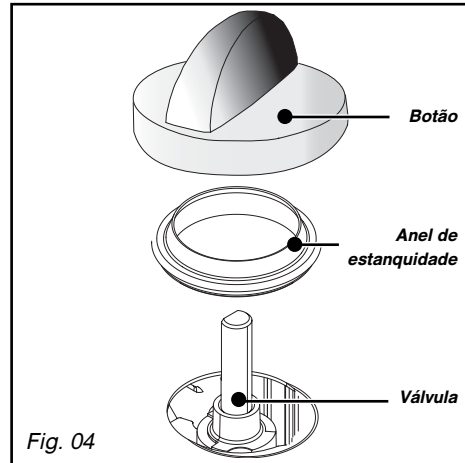

Fig. 04
• **Regular os redutores das válvulas:** estes encontram-se por baixo dos botões (Fig. 04).